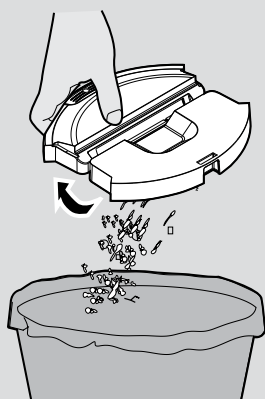
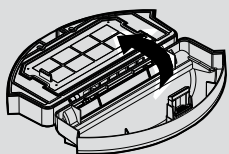

Fig. 8
Fig. 9
3. Tøm støvbeholderen over en affaldsspand. [Fig. 8]
2. Tøm støvbeholderen. [Fig. 8] Åbn støvbeholderen, fjern filternettet sammen med filteret, fjern derefter EPA filteret fra filternettet og rengør dem separat. Samlingen sker i modsatte rækkefølge. Sørg for, at filteret samles korrekt. [Fig. 9]